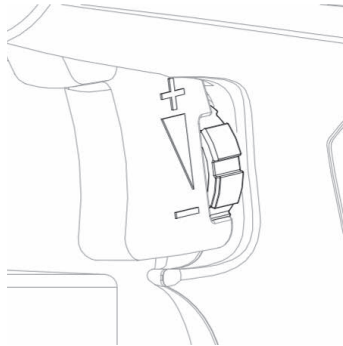

Abb.5
5) Passen Sie den Farbfluss an (Abb. 5)